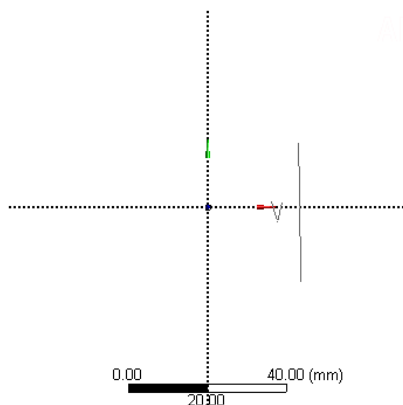

图 3-89 绘制第一条竖直边
5) 在图形区域绘制第一条竖直边。方法为单击屏幕上的一个点, 移动鼠标至图形中显示 “V” 字母 (图 3-89); 然后再单击即可得到第一条竖边。